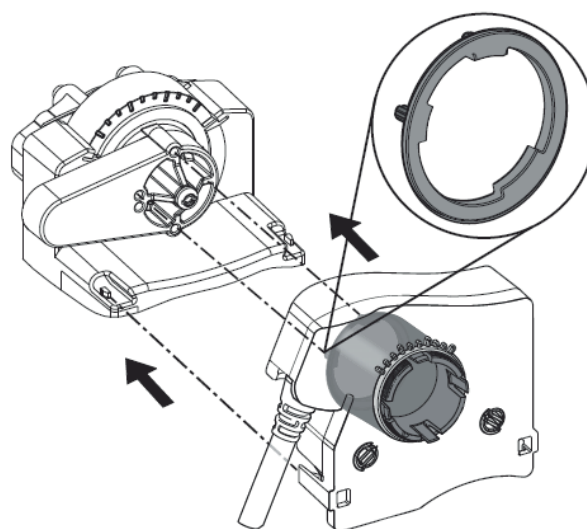

Figure 14 : Montage du kit
2. Emboîter le kit dans les encoches du moteur en s'assurant que les picots de son axe sont alignés sur les logements de la poignée du moteur (Figure 14).